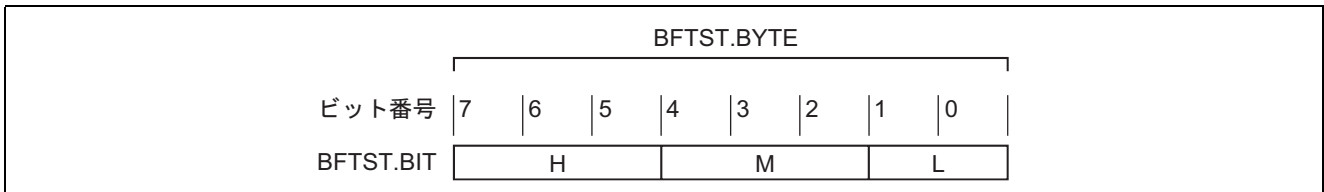

図 2 BFTST 構造体
(1) BFST 命令動作確認のため、1 バイトの RAM エリア(BFTST)を構造体で 3 つに分割します。BFTST 構造体を図 2 に示します。